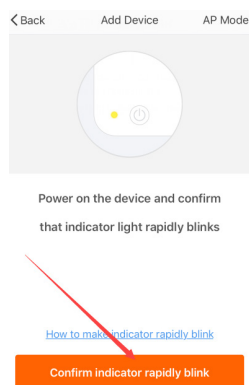

Fig 3
- B) Presione el indicador de confirmación, la luz indicadora en el dispositivo parpadea rápidamente, como se muestra en la imagen 3